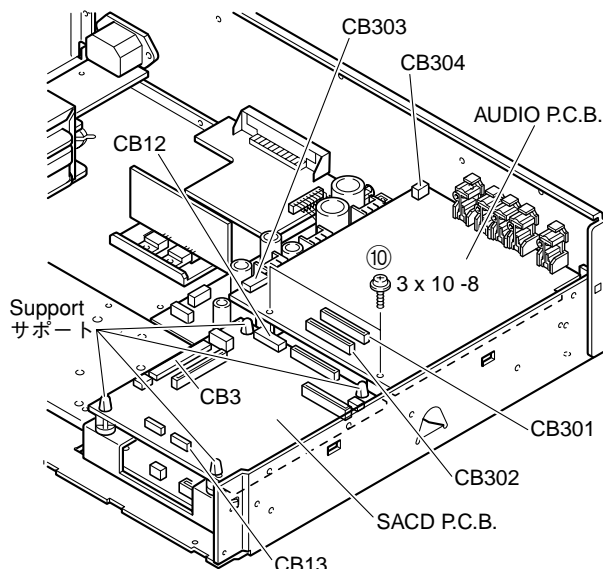

Fig. 8
- Disconnect the connectors CB301, CB302, CB303 and CB304. (Fig. 8)
- Remove 2 screws (10) and then remove the AUDIO (1) P.C.B. (Fig. 8)
- Disconnect the connectors CB3, CB12 and CB13. (Fig. 8)
- Remove the SACD P.C.B. with the tip of the 4 support pinched with pliers or the like. (Fig. 8)
- コネクタCB301、CB302、CB303、CB304を外します。(Fig. 8)
- 10のネジ2本を外し、AUDIO (1) P.C.B.を取り外します。(Fig. 8)
- コネクタCB3、CB12、CB13を外します。(Fig. 8)
- 4箇所のサポートの先をペンチ等でつまみながら、SACD P.C.B.を取り外します。(Fig. 8)